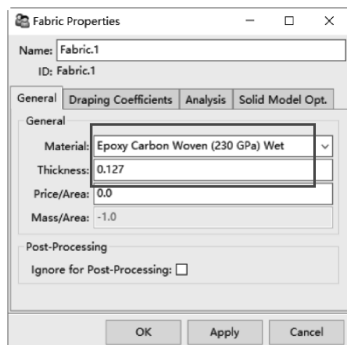

图 7-6 织物属性对话框
(1) 单击并展开【Material Data】，右键单击【Fabrics】，从弹出的快捷菜单中选择【Create Fabric...】，弹出织物属性对话框，【Material】= Epoxy Carbon Woven (230GPa) Wet，【Thickness】= 0.127，其他默认，单击【OK】关闭对话框，如图 7-6 所示。
(2) 在工具栏中单击  数据更新。